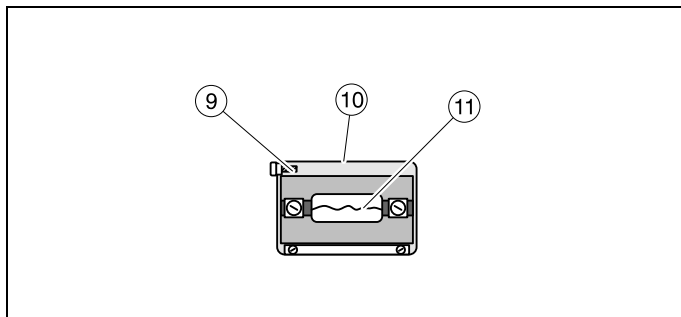

Fig. 5
2.5 Lampe linolite STE 24 V/10 W sur socle STE 2/50 avec boîtier (582 73); voir Fig. 5
- ⑨ Douille de masse
- ⑩ Boîtier en aluminium
- ⑪ Lampe en forme de fuseau 24 V/10 W avec socle enfichable
3.2.3 Lampe STE 24 V/10 W (582 73) (fig. 5)